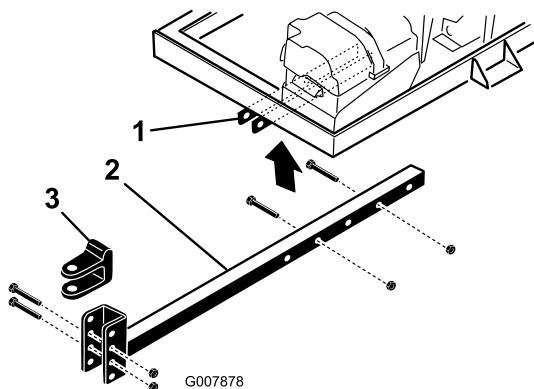

Figura 5
- Inserite il tubo dell'attacco di traino nelle staffe del telaio (Figura 5). Fissate il tubo al telaio con 2 bulloni (3/8 x 3 pollici) e dadi flangiati (3/8 pollice).
- Togliete i bulloni e i dadi di bloccaggio che fissano l'uncino dell'attacco di traino (Figura 5) al tubo dell'attacco stesso.
- Rimuovete i bulloni e i dadi che fissano il tubo dell'attacco di traino alle staffe del telaio (Figura 5).